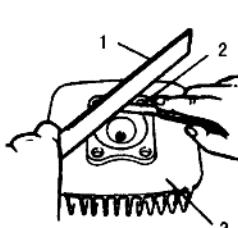

图 1-3 检修气缸盖端面变形情况
(2) 气缸盖端面变形的检修方法: 如图 1-3 所示, 将气缸盖端面朝上放在工作台上, 用刀口直尺(若无刀口直尺可用卡尺或钢板尺代替)靠在气缸盖端面上, 然后用塞尺测量刀口直尺与气缸盖端面间的间隙, 且要多测几个点的间隙。若测量值大于使用极限值 0.05mm, 则可将一张细砂纸平放在平板上, 将气缸盖端面与砂纸贴合, 用双手压着气缸盖沿“8”字形路线进行